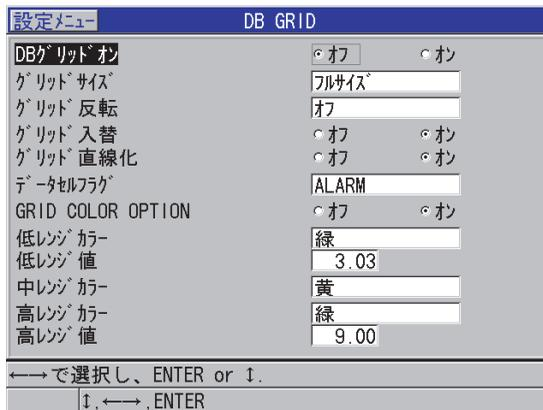

図 10-9 DB グリッドパラメータの変更
3. DB グリッド画面（159 ページの図 10-9 参照）で、以下の手順を実行します。